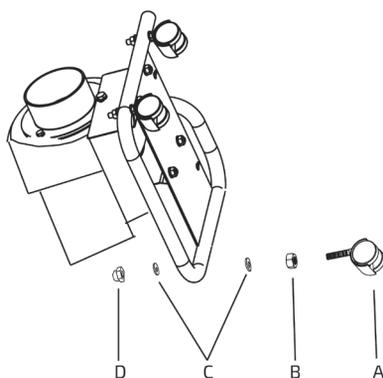

Рис. 3
1. Вставить резьбовую часть ролика (A) в одно из отверстий в основании (черная труба, проходящая вокруг прибора) (рис. 3).
2. Поместить стопорную шайбу (C) на резьбовую часть ролика над черной трубой и под ней.
3. Прикрутить шестигранную гайку (B) на ролик (A).
4. После прикручивания и затягивания накидной гайки (D) на ролик затянуть стопорную гайку (B).